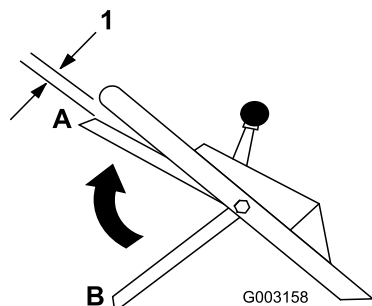

Figura 18
9. Levante la barra de control de la cuchilla hasta 2,5 cm aproximadamente del manillar; consulte la posición A en Figura 18.